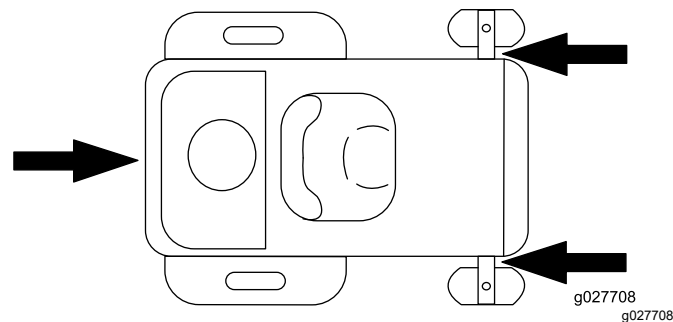

Figura 33
6. Legați maina de lângă roțile pivotante față, folosind curele, lanuri, cablu sau frânghii (Figura 33). Consultați prevederile locale referitoare la fixare.